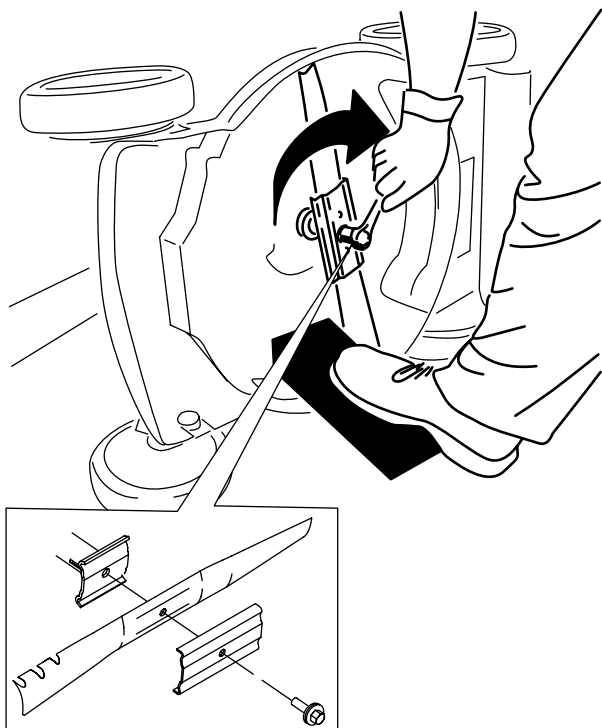

Figura 26
4. Instalați lama nouă și toate elementele de montare (Figura 26).